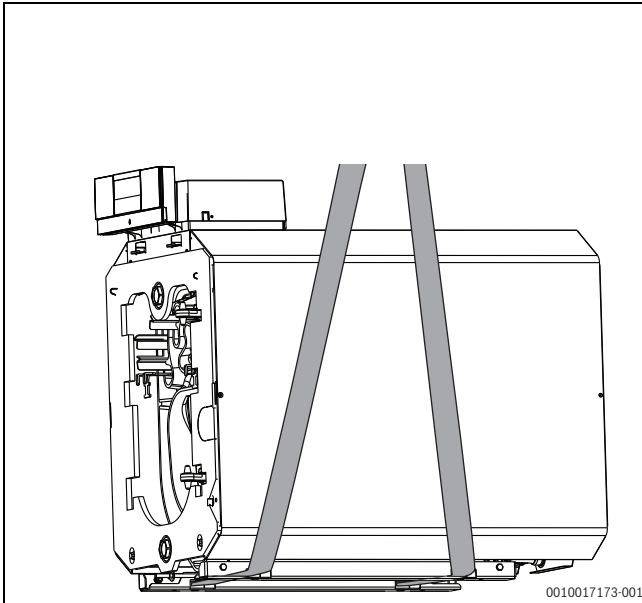

Рис. 10 Подъем котла с помощью такелажных приспособлений, пропущенных через напольную шину котла (для котла 60 кВт)
- ▶ Пропускание такелажных приспособлений (кольцевые стропы) через напольную шину котла (→ рис. 10).